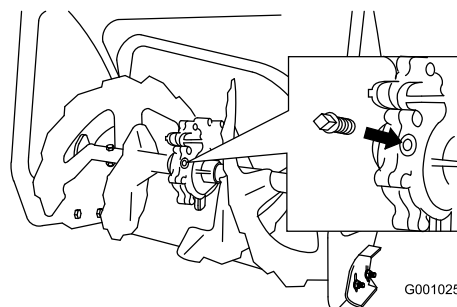

Bild 42
2. Reinigen Sie den Bereich um die Rohrverschluss (Bild 42).